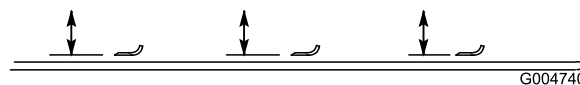

Figura 91
- Rode a lâmina até que as suas extremidades se encontrem viradas para a frente e para trás (Figura 91). Meça a distância entre o interior da unidade de corte e a parte cortante na zona dianteira da lâmina. Anote esta medida.